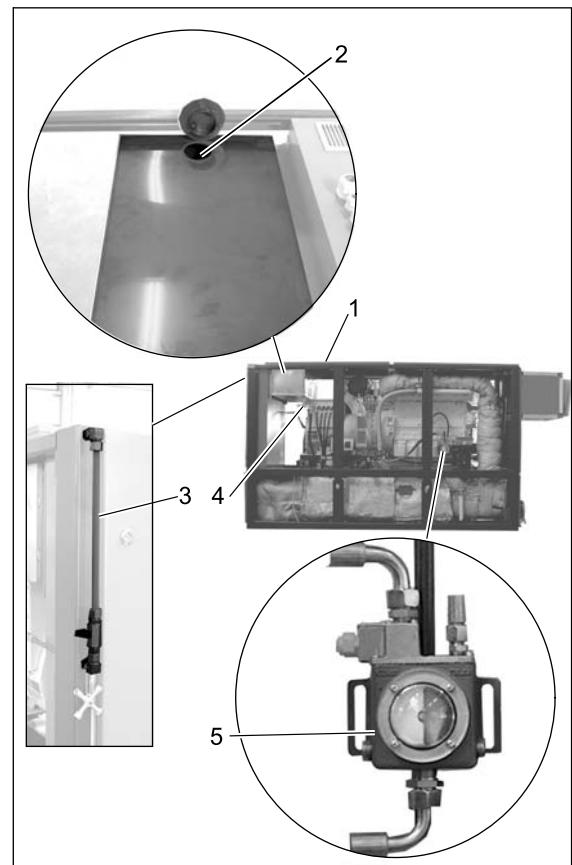

Рис. 5 Дополнительный бак для свежего масла и автоматические устройства системы смазки
- Снять звукоизолирующую обшивку спереди сверху (Рис. 5, поз. 1).
- Залить моторное синтетическое масло из резерва через заливной патрубок на дополнительном баке для свежего масла (Рис. 5, поз. 2).
- Кран для дозаправки на масляном баке в положении "OTKP" (Рис. 5, поз. 4)